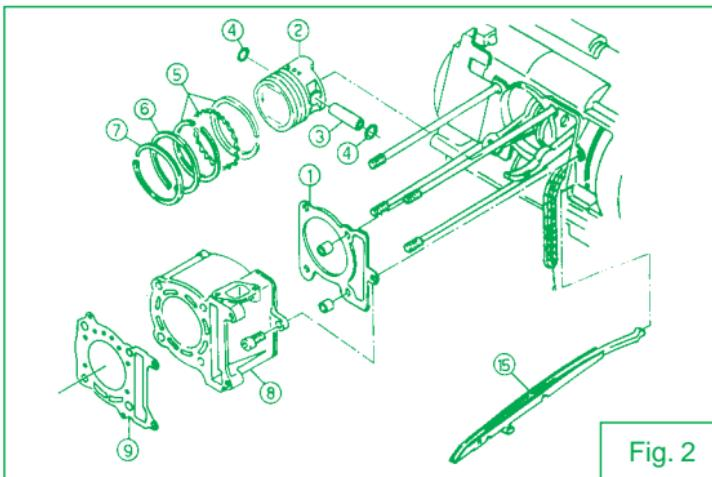
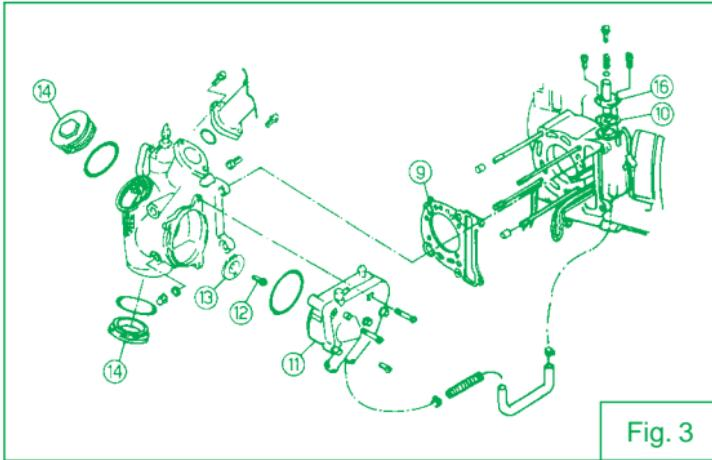

Fig. 2
Fig. 3
- 7) Desmontar los tapones (Fig. 3 - n. 14), y asegurarse de que haya juego entre los balancines y las válvulas como confirmación adicional de que el pistón está en el PMS.
- 8) Quitar el tensor cadena (Fig. 3 - n. 16).
- 9) Desmontar el tornillo (Fig. 3 - n. 12) y extraer la rueda dentada (Fig. 3 - n. 13).
- 11) Extraer el guía cadena (Fig. 2 - n. 15).
- 7) Montar el guía cadena (Fig. 2 - n. 15), la junta de la culata (Fig. 3 - n. 9), y las clavijas.
- 9) Colocar la rueda dentada (Fig. 3 - n. 13) en la cadena, luego introducirla en el alojamiento específico en el árbol de levas.
- 10) Montar el tensor cadena (Fig.3-n.16) con la junta nueva en dotación.
- 11) Si se considera que lo que se ha hecho es correcto, ajustar el tornillo (Fig. 3 - n. 12) a un par de apriete de 25 a 35 Nm.
- 12) Ahora se puede montar la bomba del agua (Fig. 3 - n. 11), controlando la introducción del diente de arrastre en la ranura presente en el tornillo que ajusta la rueda dentada (Fig. 3 - n. 12), y el carburador. Verificar el juego de las válvulas con un calibre de espesores y ajustar los tapones (Fig. 3 - n. 14). Volver a montar el motor en el bastidor.